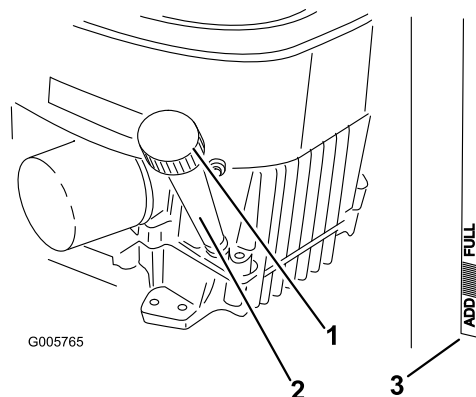

Figura 35
4. Limpie alrededor de la varilla de nivel de aceite (Figura 35) para impedir que caiga suciedad por el orificio de llenado y cause daños en el motor.
5. Desenrosque la varilla de aceite y limpie el extremo (Figura 35).
- Cambie el filtro de aceite, si es necesario (Figura 35).
- Limpie alrededor de la varilla de aceite y desenrosque el tapón (Figura 35).
- Vierta lentamente un 80% aproximadamente de la cantidad especificada de aceite por el tubo de llenado (Figura 35).